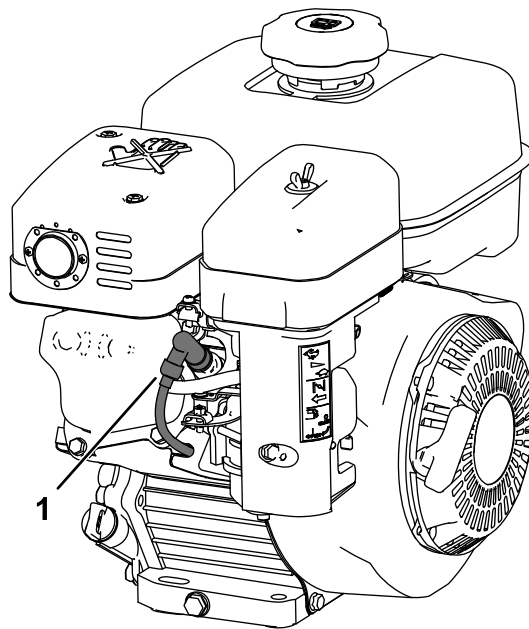

Figura 5
5. Scollegate il cappello (o cappellotti) dalla candela (Figura 5).